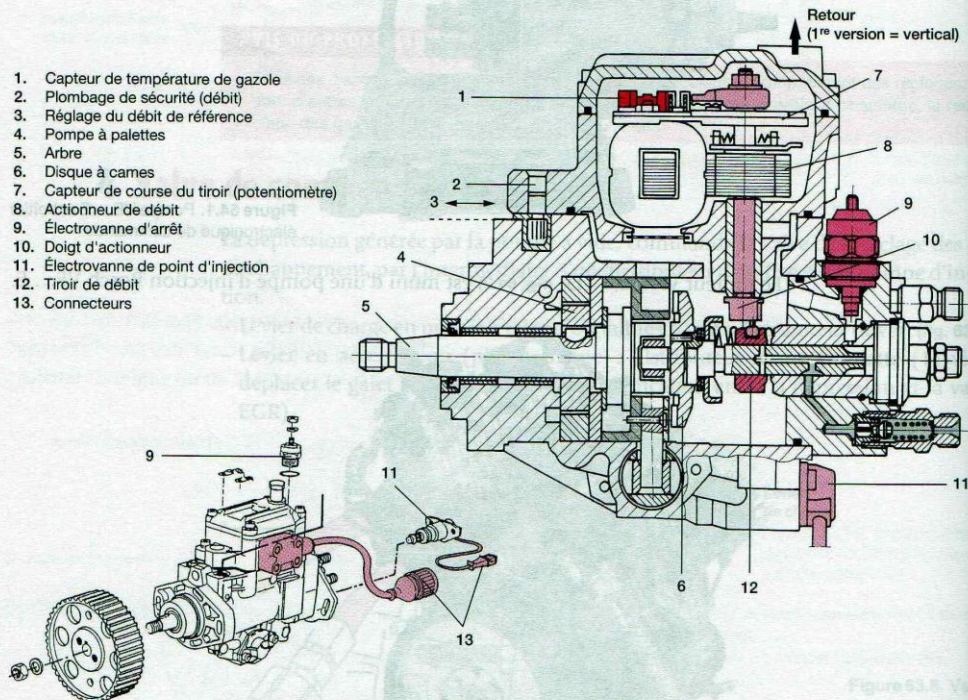

Figure 64.3. Pompe VE... E (régulation électronique), type « VP 15 »
Différents niveaux d'assistances électroniques sont possibles sur la pompe d'injection Bosch « VE », et sont choisis par le constructeur du moteur, en fonction du respect des normes de pollution par chacun des moteurs équipés (fig. 64.3).
- raccord placé verticalement sur le capot de la pompe (fig. 64.3) = type potentiométrique ;
- Le réglage au banc du débit de pleine charge s'effectue par déplacement (flèche, fig. 64.3) de l'ensemble « capot de régulation ». Après quoi, un système de plombage est mis en place (fig. 64.3).